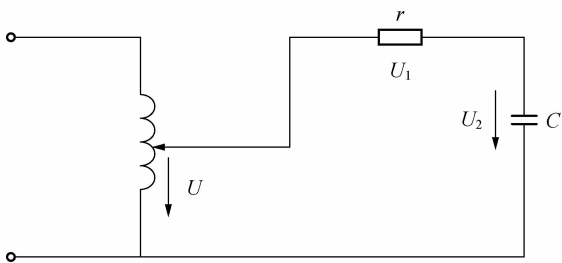

图 2.6.3
4. 按图2.6.3接线,使 $U = 200\text{V}$ ,测量 $U_1$ 和 $U_2$ ,并用 $U$ 、 $U_1$ 和 $U_2$ 组成封闭三角形,计算 $r$ 和 $C$ 。